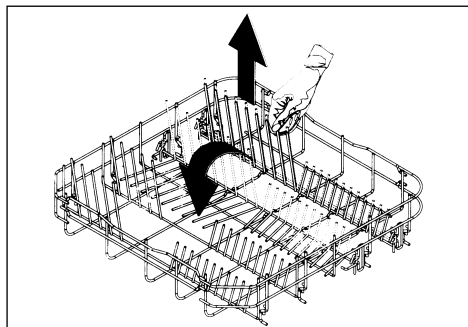

Abb. 12
- Die Tellergestelle können je nach Modellausführung umgeklappt werden (siehe Abb. 12).